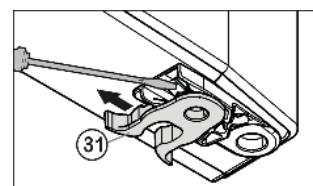

Fig. 8
- ▶ 更換彈簧線夾 Fig. 8 (31)：向下按定位橫檔，拔出橫檔上的彈簧線夾。